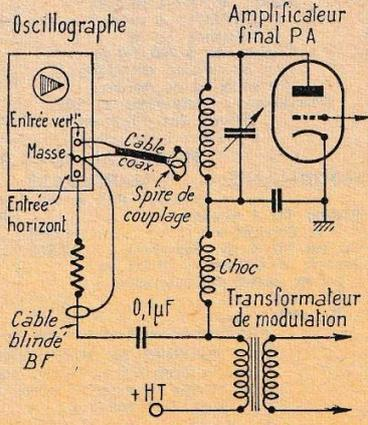

FIG. 3.
Aussi, lorsque les tensions HF et BF prélevées sur un émetteur modulé par la plaque sont appliquées simultanément à l'oscillographe, comme le montre la figure 3, le point lumineux se déplace à une vitesse rapide en plusieurs directions, et sur l'écran apparaît alors un oscillogramme lumineux. Ces oscillogrammes sont représentés plus loin.
La figure 3 indique comment relier l'oscillographe à fonctionnement trapézoïdal à l'émetteur. La liaison entre la plaque verticale (4) et l'émetteur doit être effectuée au moyen d'un câble coaxial, en utilisant la gaine extérieure comme retour de masse pour une extrémité de la bobine « link » de couplage, et la liaison masse de la tension BF. Si on n'utilise pas de câble blindé, on trouvera des distortions à 50 Hz sur l'image du point lumineux.